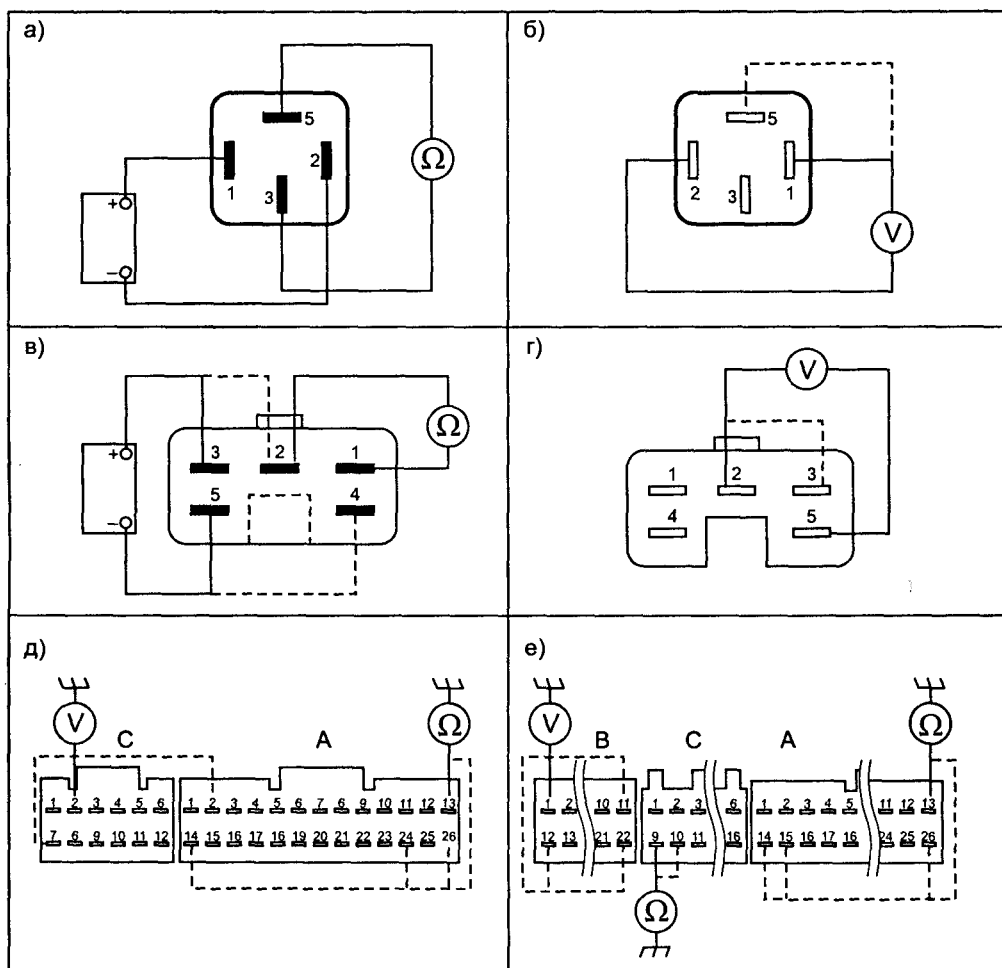

Рис. 2.7.11. Проверка функции обеспечения ЭСУД
- извлекают главное реле питания ЭСУД из разъема, собирают диагностическую схему (см. рис. 2.7.11а) и проверяют его срабатывание, контакты 3 и 5 должны замкнуться;
- проверяют напряжение на контактах 1 (12 В при включенном зажигании) и 5 (всегда 12 В) колодки главного реле питания ЭСУД (см. рис. 2.7.11б), если питания нет проверяют замок зажигания, предохранители EFI, IGN и соответствующие соединения;
- извлекают реле топливного насоса из разъема, собирают диагностическую схему (см. рис. 2.7.11в) и проверяют его срабатывание, контакты 1 и 2 должны замкнуться при подаче питания на контакты 2—4 или 3—5;
- проверяют напряжение на контактах 2 (12 В при включенном зажигании) и 3 (12 В при прокрутке стартером) колодки реле насоса (см. рис. 2.7.11г), если питания нет проверяют замок зажигания, предохранители EFI, IGN, ST и соответствующие соединения.
- наличие постоянной «земли» на контактах разъема A13, A14, A24, A26 для МТ (см. рис. 2.7.11д) и на контактах A13, A14, A15, A26, C9, C10 для АТ (см. рис. 2.7.11е);
- для МТ проверяют питание на контактах C2 (всегда 12 В), C7 (12 В при включенном зажигании), A2 (12 В при прокрутке стартером) (см. рис. 2.7.11д), если питания нет, проверяют замок зажигания, реле K46, предохранители EFI, IGN, ST и соответствующие соединения;
- для АТ проверяют питание на контактах В1 (всегда 12 В), В12 (12 В при включенном зажигании), В11, В22 (12 В при прокрутке стартером) (см. рис. 2.7.11е), если питания нет, проверяют замок зажигания, реле К46, предохранители EFI, IGN, ST и соответствующие соединения.